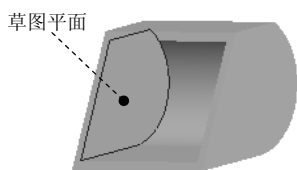
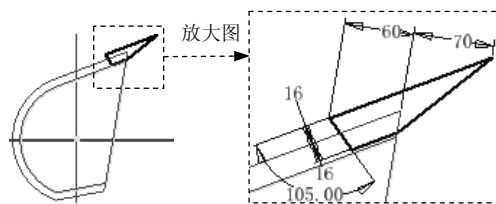

图 6.5 定义草图平面
图 6.6 截面草图
- (1) 选择命令。在 **创建** ▾ 区域中单击  按钮, 系统弹出“创建拉伸”对话框。
- (2) 定义特征的截面草图。单击“创建拉伸”对话框中的 **创建二维草图** 按钮, 选取图 6.5 所示的模型表面为草图平面, 进入草绘环境。绘制图 6.6 所示的截面草图。